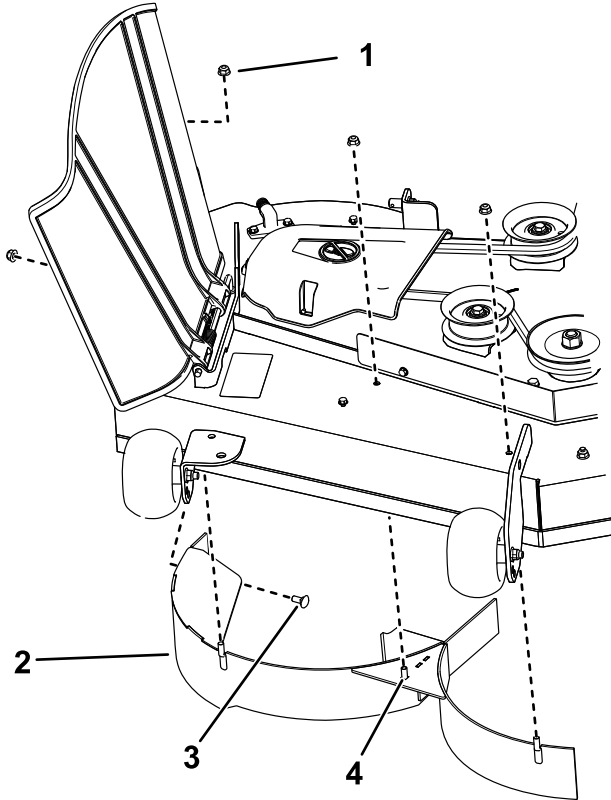

Bild 13
4. Entfernen Sie die drei Sicherungsmuttern (5/16") von den geschweißten Pfosten des rechten Ablenkblechs (Bild 13).
5. Entfernen Sie die beiden Schlossschrauben und Sicherungsmuttern, die das rechte Ablenkblech am Mähwerk befestigen, und entfernen Sie das Ablenkblech (Bild 13).
6. Suchen Sie die drei Schrauben in den losen Teilen und setzen Sie diese Befestigungen mit den vorhandenen Sicherungsmuttern in die Löcher für die geschweißten Pfosten ein (Bild 13), um das Herausschleudern von Rückständen zu vermeiden.